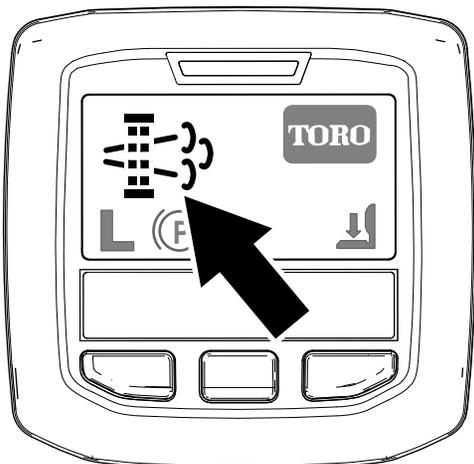

Рисунок 46
- Значок запроса регенерации с парковкой отображается на дисплее инфо-центра (Рисунок 46).